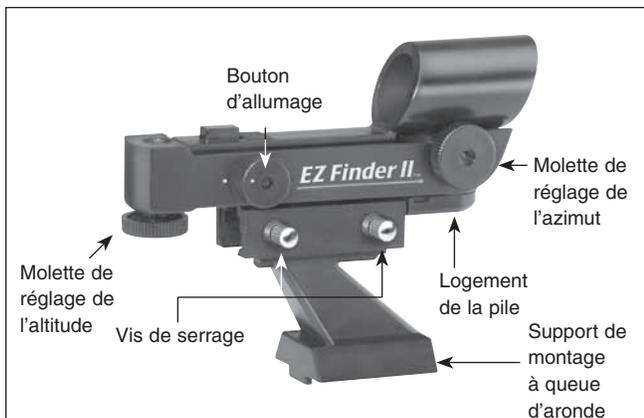

Figure 20. Chercheur reflex EZ Finder II.
1. Insérez un petit tournevis à lame plate dans l'encoche du boîtier de la batterie et soulevez doucement le couvercle (**figure 20**).
Le EZ Finder II fonctionne en projetant un petit point rouge (ce n'est pas un faisceau laser) sur une lentille montée devant l'unité. Lorsque vous regardez à travers le EZ Finder II, le point rouge semble flotter dans l'espace et vous aide à localiser l'objet ciblé. Le point rouge est produit par une diode électroluminescente (LED) à proximité de l'arrière du chercheur. Tournez le bouton de mise sous tension (**voir figure 20**) dans le sens horaire jusqu'à entendre un déclic. Regardez à travers l'arrière du chercheur reflex avec vos deux yeux ouverts pour voir le point rouge. Positionnez votre œil à une distance confortable depuis l'arrière du chercheur. À la lumière du jour, vous devrez peut-être couvrir l'avant du chercheur avec votre main pour voir le point, sa luminosité étant volontairement assez faible. L'intensité du point peut être réglée en tournant le bouton d'allumage. Pour de meilleurs résultats lors des observations, utilisez le réglage le plus faible possible vous permettant de voir le point sans difficulté. Généralement, on adopte un réglage plus faible lorsque le ciel est sombre et un réglage plus lumineux en cas de pollution lumineuse ou à la lumière du jour.
Lorsque le EZ Finder II est correctement aligné avec le télescope, un objet centré sur le point rouge du EZ Finder II doit également apparaître au centre du champ de vision de l'oculaire du télescope. L'alignement du EZ Finder II est plus facile à la lumière du jour, avant toute observation de nuit. Braquez le télescope sur un objet distant, comme un poteau téléphonique ou une cheminée, de manière à ce que cet objet soit centré dans l'oculaire du télescope. Cet objet doit être distant d'au moins 1/4 de mile (environ 400 m). Regardez à présent par le chercheur allumé. L'objet doit apparaître dans le champ de vision. Sans déplacer le tube du télescope, utilisez les molettes de réglage de l'azimut (gauche/droite) et de l'altitude (haut/bas) (**voir figure 20**) du EZ Finder II pour positionner le point rouge sur l'objet apparaissant dans l'oculaire. Lorsque le point rouge est centré sur l'objet distant, vérifiez que cet objet est toujours au centre du champ de vision du télescope. Si ce n'est pas le cas, recentrez-le et ajustez de nouveau l'alignement du EZ Finder II.